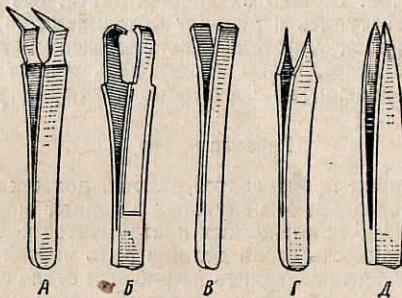

Рис. 1
**Пинцеты.** При ремонте фотоаппаратов, особенно при ремонте центральных затворов, требуется набор пинцетов (рис. 1). Пинцет А употребляется почти во всех случаях мелкого ремонта централь-